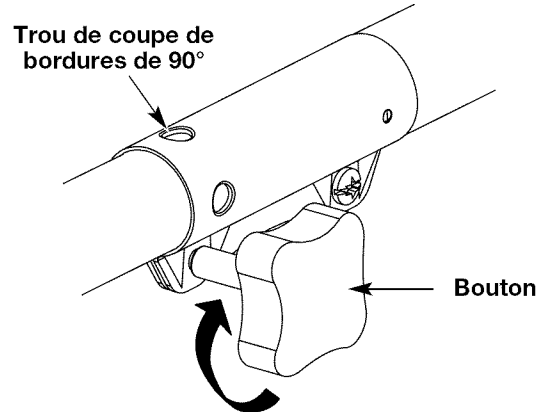

Fig. 8
3. Serrez le bouton en le tournant à droite (Fig. 8).
Pour couper les bordures à l'aide de la tête d'accessoire de coupe sur les modèle EZ-LinkMC, verrouillez le bouton de déclenchement de l'accessoire de coupe dans le **trou de 90°** (Fig. 8).